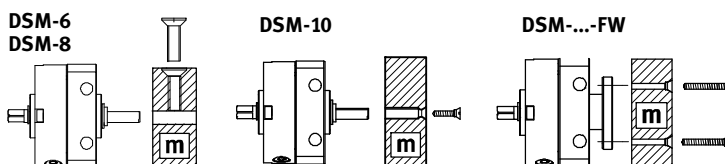

Fig. 5
- Schieben Sie die Nutzlast auf die Abtriebswelle (Zapfenwelle/Flanschswelle) (Fig. 5)